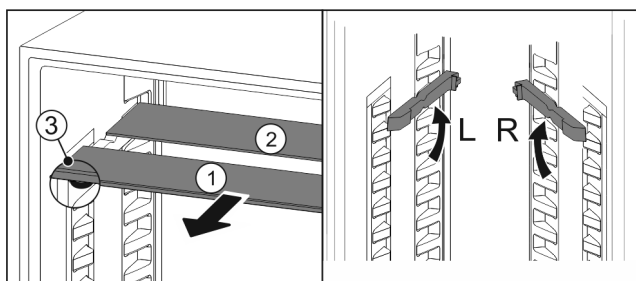

Fig. 81
- estrarre i ripiani di vetro singolarmente tirando in avanti Fig. 81 (1).
- ▷ Il piano in vetro Fig. 81 (1) con il motivo ornamentale è nella parte anteriore.
- ▷ I fermi Fig. 81 (3) sono rivolti verso il basso.